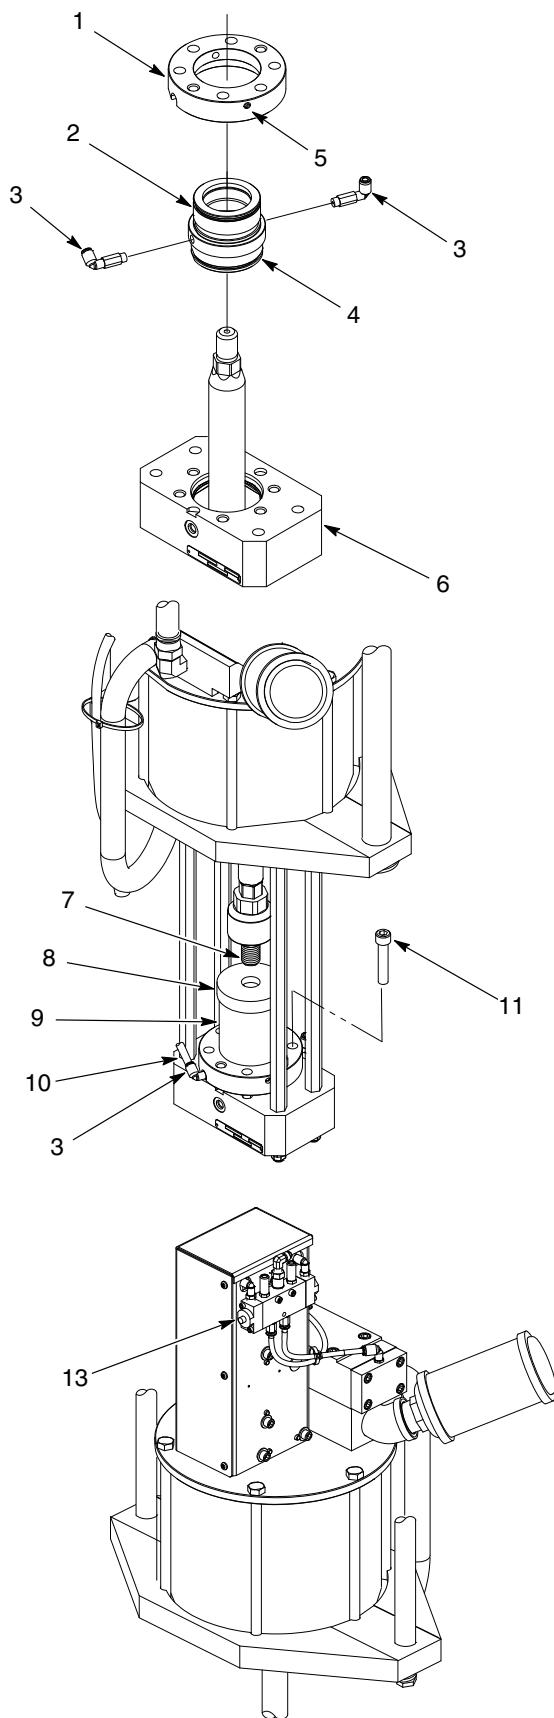

Figura 2 Installazione del premistoppa
SPENTO	1. Vedi figura 2. Pulire il collare superiore (1). 2. Montare i raccordi (3) nel premistoppa (2) e serrare saldamente. 3. Lubrificare l'o-ring del premistoppa (2), il diametro interno delle guarnizioni del premistoppa e l'area cuscinetto con lubrificante Mobil SHC 634. 4. Montare il collare superiore (1) sul premistoppa (4). Stringere le viti di fermo (5) finché entrano in contatto con il premistoppa. Non serrare eccessivamente. 5. Montare il gruppo premistoppa nel corpo della pompa (6). 6. Montare la coppa della camera del solvente (9) sul gruppo premistoppa. 7. Mettere l'utensile di inserimento del premistoppa (8) sopra la coppa della camera del solvente (9).